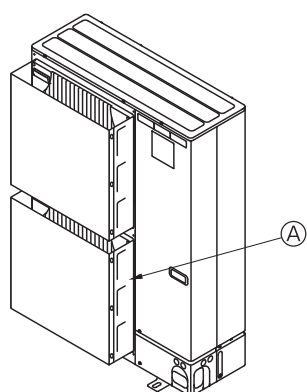

Fig. 3-3
- ② Installer un guidage d'air optionnel si l'appareil est placé dans un endroit où les vents violents d'un typhon par exemple pourraient s'engouffrer directement dans la sortie d'air. (Fig. 3-3)